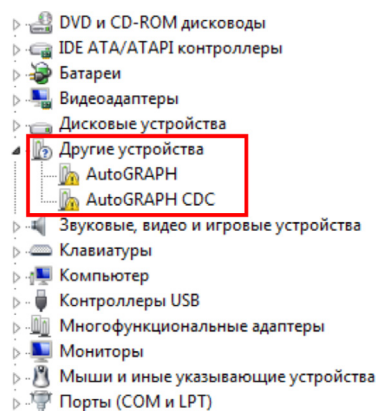
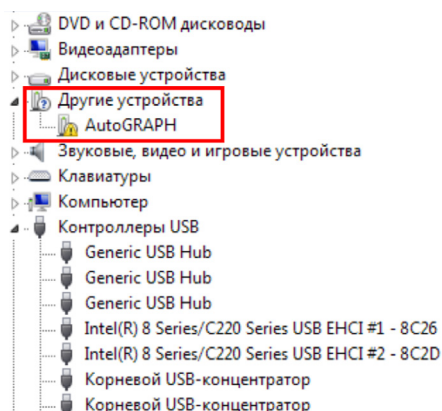

Рис.1. Прибор «АвтоГРАФ-GSM» с новым драйвером.
Рис.2. Прибор «АвтоГРАФ-GSM» со старым драйвером.
Программа «GSMConf» версии 3.3.0 и выше поддерживает работу как со старым USB драйвером, так и с новым. Узнать, с каким драйвером работает прибор можно, подключив его компьютеру. Если прибор поддерживает работу с новым драйвером, то в Диспетчере устройств появятся два новых устройства – AutoGRAPH и AutoGRAPH CDC (Рис.1). Если устройство работает со старым драйвером, то в Диспетчере устройств появится одно новое устройство – AutoGRAPH (Рис.2).
- В Диспетчере устройств появятся новые устройства AutoGRAPH и AutoGRAPH CDC (Рис.1).
- При подключении прибора к ПК с установленной ОС MS Windows 7, прибор будет автоматически обнаружен (Рис.2). Необходимо скачать драйверы с поддержкой MS Windows 7 (AutoGRAPH\_DRIVER\_AND\_GPS-MOUSE.zip) с официального сайта ООО «ТехноКом» и установить их вручную.